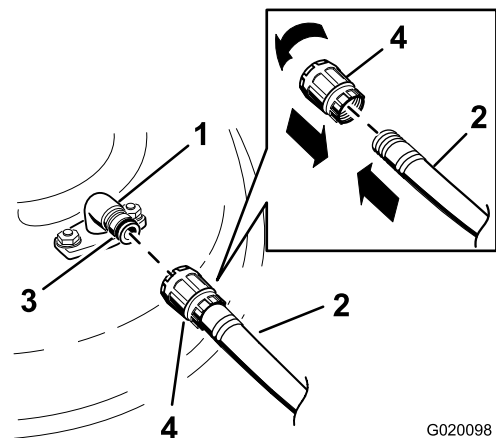

Figura 74
- Conecte el acoplamiento de la manguera al extremo del conector de lavado del cortacésped, y abra el grifo al máximo (Figura 74).